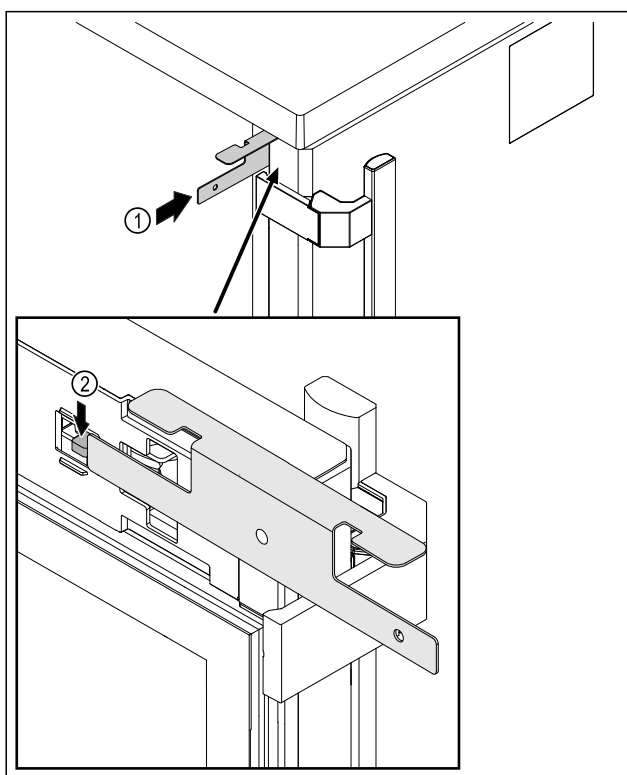

Fig. 218
- ▶ Ključ za odklepanje v sili Fig. 218 (1) vstavite med vrata in ohišje naprave.
- ▶ Povlecite zapiralno kljuko Fig. 218 (2) v smeri tečaja.